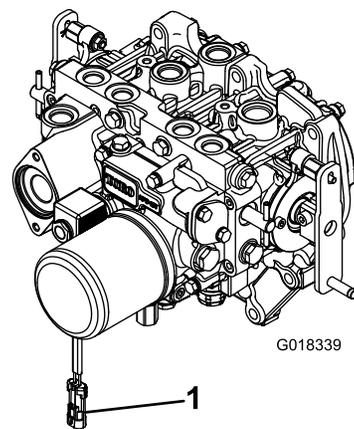

Рисунок 3
электромагнитного клапана механизма отбора мощности (Рисунок 3).
- 8. После подсоединения другого конца ведущего вала к валу редуктора навесного орудия подсоедините электрический разъем жгута проводов к разъему катушки электромагнитного клапана механизма отбора мощности (Рисунок 3).